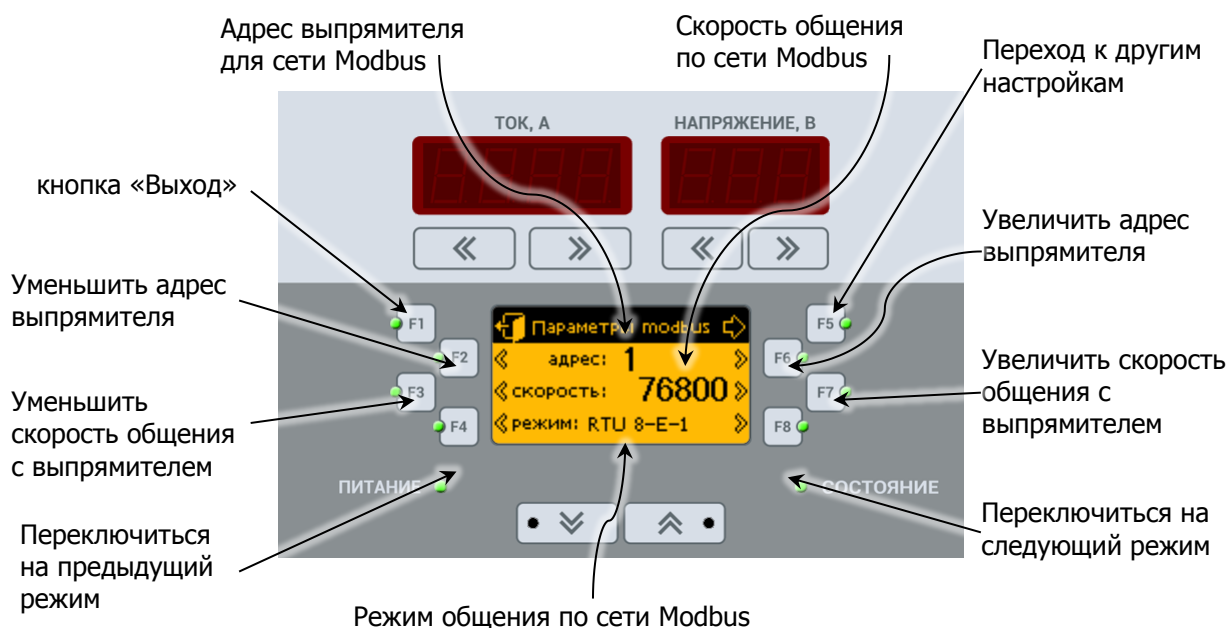

Рисунок 3.
9.3 Экран «**Параметры MODBUS**» предназначен для настройки параметров интерфейса связи при подключении выносного пульта посредством интерфейса RS-485 (рис.3).